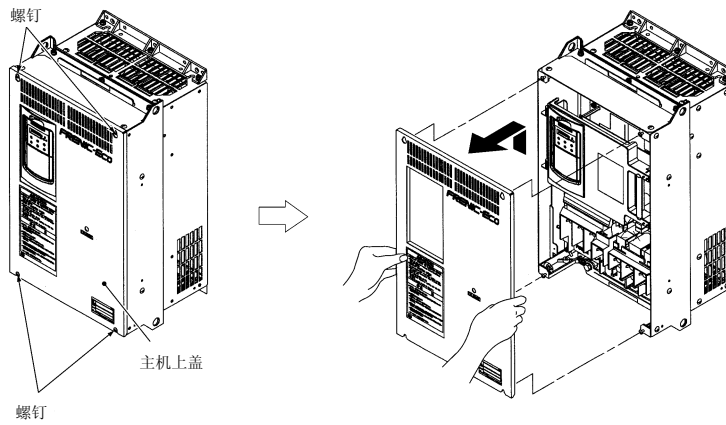

图 2.8 盖的拆除·安装 (FRN37F1S-2J)
(2) 37~160kW
- ① 请拧松主机上盖的螺钉，用双手抓住主机上盖的左右两端向上滑动，拆下。
- ② 请将盖上的孔对准主机上盖上部，按照图 2.8 的相反顺序进行安装。